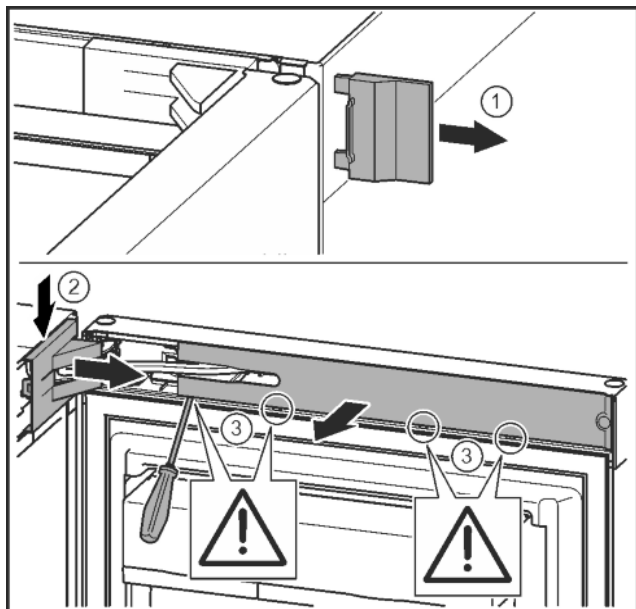

Fig. 7
- ▶ Zdjąć zewnętrzną osłonę. Fig. 7 (1)
- ▶ Wyczepić i poluzować osłonę płytki zawiasu. Zdjąć osłonę płytki zawiasu. Fig. 7 (2)
- ▶ Przy pomocy śrubokręta wyczepić zaślepkę i odchylić w bok. Fig. 7 (3)